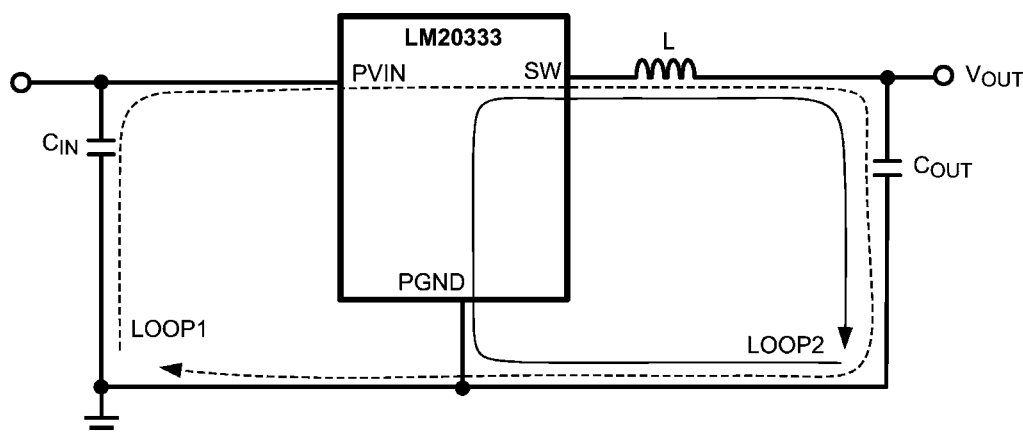

FIGURE 13. Schematic of LM20333 Highlighting Layout Sensitive Nodes
1. スwitchングされた電流ループの面積を最小限に抑えます。降圧型レギュレータには電流が高いスルーレートのスイッチする2個のループが存在します。最初のループは入力コンデンサから始まり、レギュレータのVINピン、レギュレータのSWピン、インダクタ、そして出力コンデンサおよび出力負荷につながる経路です。もう1つは、出力コンデンサのグラウンドから始まり、レギュレータのGNDピンを通過して、インダクタから出力負荷へと至るループです (Figure 13 参照)。両方のループ面積を最小化するために、入力コンデンサをVINピンの可能な限り近くに配置してください。入出力コンデンサ両方は、表層のグラウンド・ポイントおよび露出パッド (EP) に接続してください。インダクタをSWピンおよび出力コンデンサの可能な限り近くに配置してください。